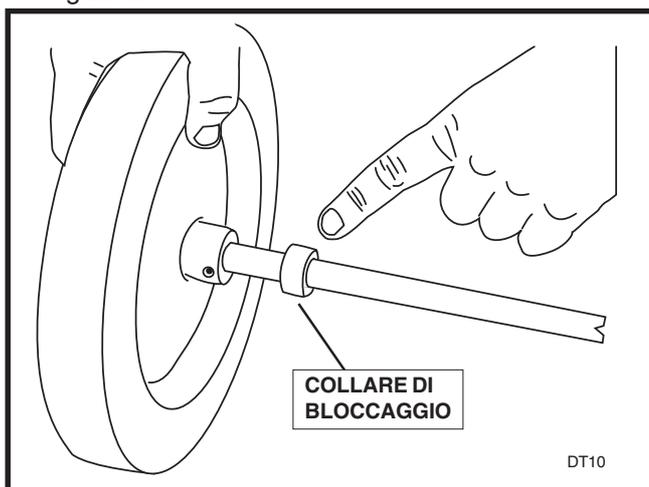

FIGURA 2
11. Aggiungere il collare di bloccaggio sull'albero, installare l'albero attraverso cuscinetti e vassoio. Posizionare l'altro collare di bloccaggio sull'albero. Vedere Figura 2. Mediante un punzone, serrare i collari di bloccaggio, quindi serrare la vite di regolazione. Ripetere per l'altro lato.